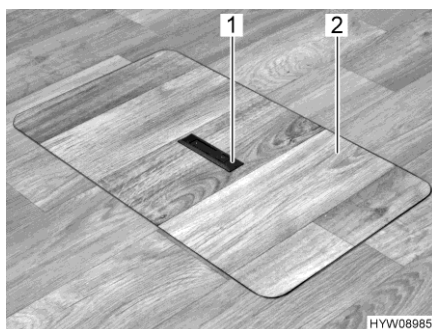
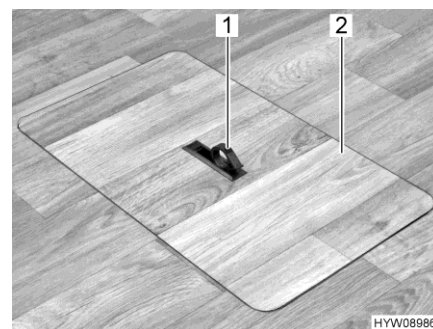

Fig. 55 Copertura vano pavimento (maniglia abbassata)
Fig. 56 Copertura vano pavimento (maniglia estratta)
- Spingere la piastra di presa (Fig. 55,1) verso il basso da un lato. La maniglia (Fig. 56,1) viene ruotata verso l'alto.
- Alzare la copertura (Fig. 56,2).
- Collocare la copertura (Fig. 56,2) nell'intelaiatura presente sul fondo.